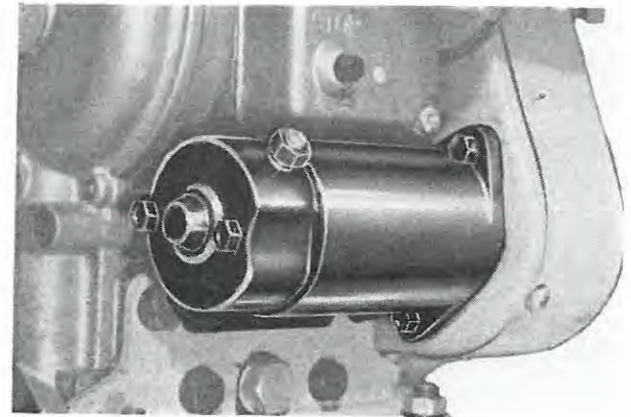

Fig. 51
- 1) Démarrage électrique par démarreur et alternateur recharge batterie (Fig. 51).
- 1) Electric starting with alternator for battery recharge and starter motor (Fig. 51).